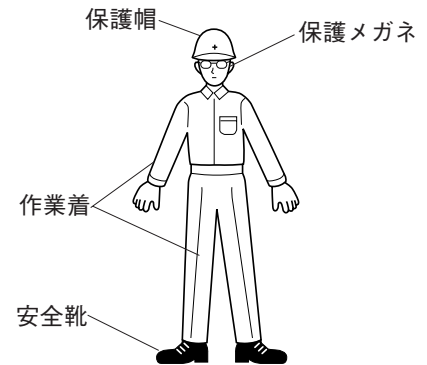

図1
- **作業に適した服装をしてください。（図1）**
- **常に保護メガネを着用してください。（図1）**